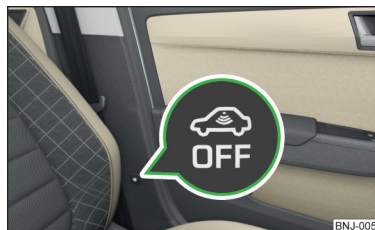

Abb. 53
- Die Taste  an der Mittelsäule auf der Fahrerseite drücken » Abb. 53, in der Taste leuchtet das Symbol  auf.